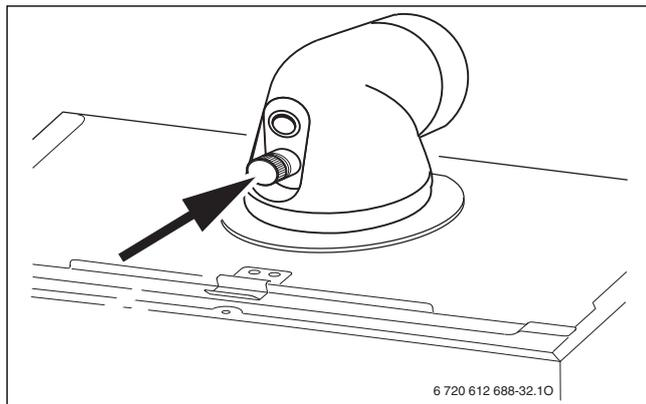

Fig. 66
- ▶ Retirer le bouchon sur la prise de mesure de l'air de combustion [2] (→ figure 66).
- ▶ Retirer le bouchon au niveau de la prise de mesure des fumées [1] (→ figure 66).